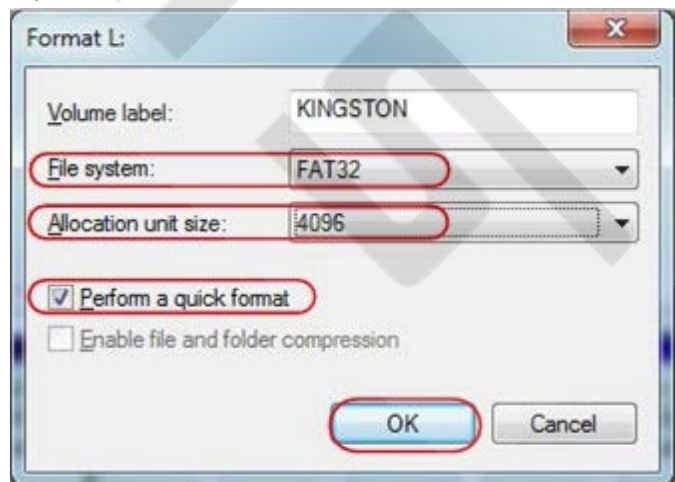

Рисунок 19. Настройки форматирования USB-диска
- 5) В открывшемся диалоговом окне выберите файловую систему **FAT32**, установите размер единичного блока выделения на значение **4096**, установите галочку на опции «Быстрое форматирование» (**Perform a quick format**). Нажмите кнопку **OK** и в открывшемся диалоговом окне щелкните по кнопке «Да» (**Yes**) (рисунок 19).